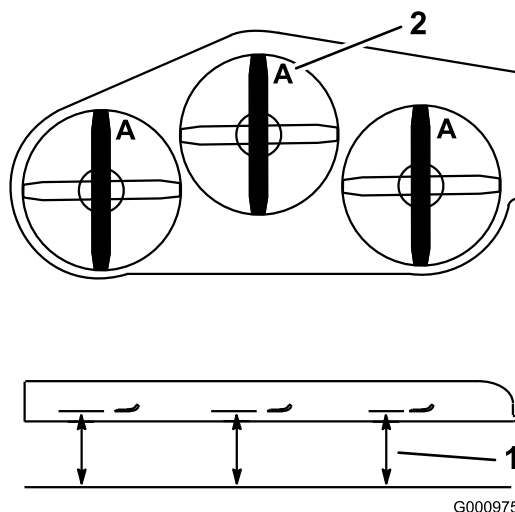

Figura 81
2. Meça desde uma superfície nivelada até à extremidade de corte, posição **A**, das lâminas (Figura 81).